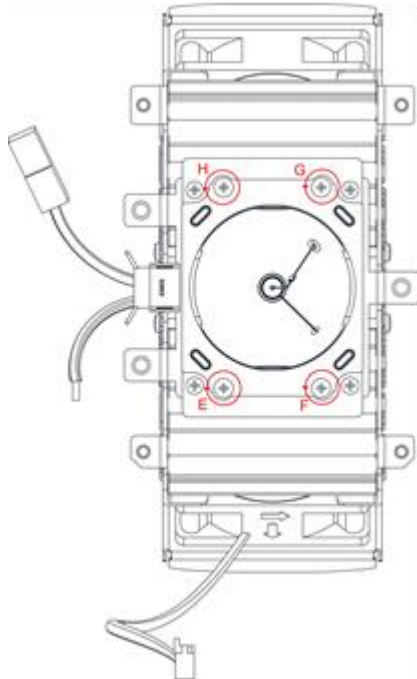

Abb. 6
5. Lösen Sie die vier Schrauben E, F, G, H von der Halteplatte (Abb. 6), dann die zwei Schrauben auf beiden Seiten der hinteren Lampenabdeckung (Abb. 7) und entfernen Sie das Leuchtmittel.